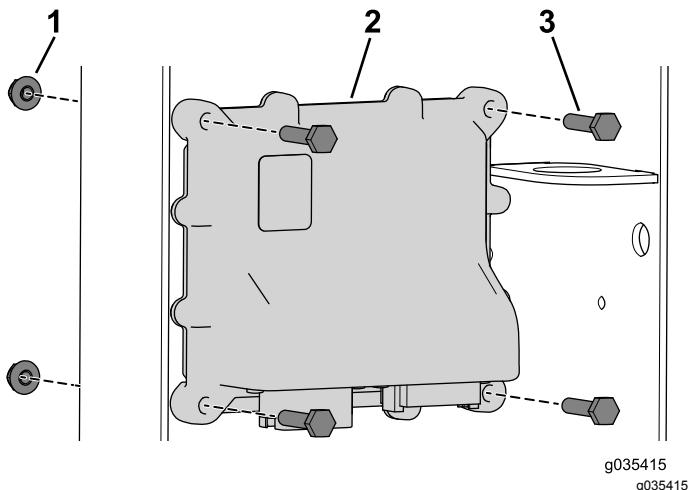

Bild 12
2. Befestigen Sie das Steuergerät mit den vier Schrauben ($\frac{1}{4}$ " x $\frac{3}{4}$ ") und Bundmuttern (Bild 12).